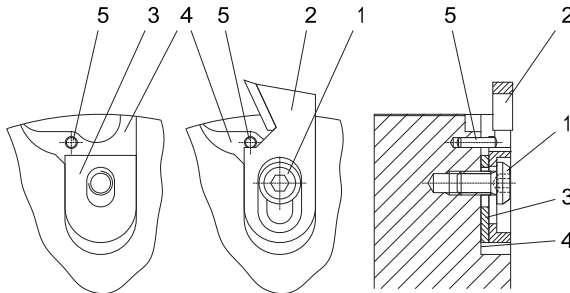

Abb. 8
(s. Abb. 8)
6. Neues Nutmesser präzise einsetzen (s. Abb. 8).
7. Die richtige Schraube wieder einsetzen und das Nutmesser sauber an den Positionierstift (5) drücken.